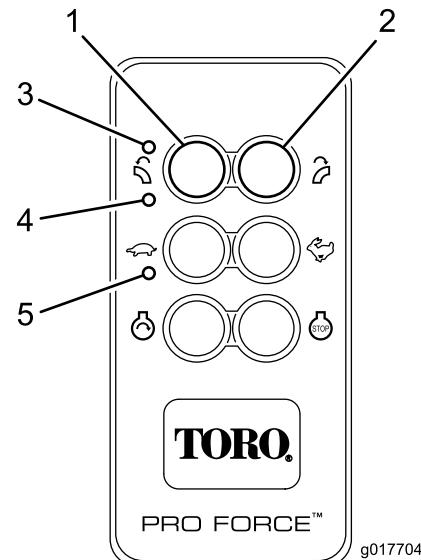

Figura 16
Il telecomando si attiva (accende) premendo qualsiasi pulsante. I LED TX e RX lampeggiano per indicare che il telecomando è attivo e comunica con la macchina. Per conservare l'energia della batteria, il telecomando resta attivo per circa tre (3) secondi prima di spegnersi automaticamente in assenza di attività sui pulsanti entro il limite dei tre secondi. Trascorso il tempo indicato, l'unità si spegne e l'attività dei LED del telecomando si interrompe (Figura 16). Premete un pulsante per riattivare il telecomando.